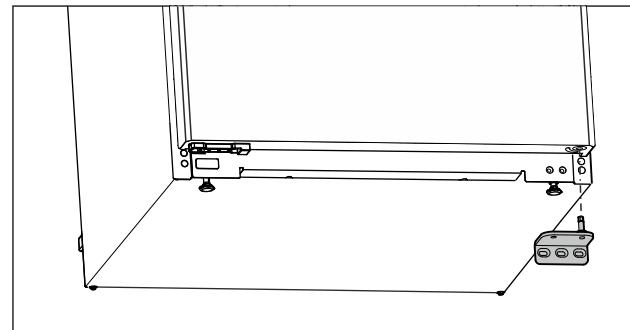

Fig. 8
- Ležajni podstavek snemite navzdol. (glejte Fig. 8)